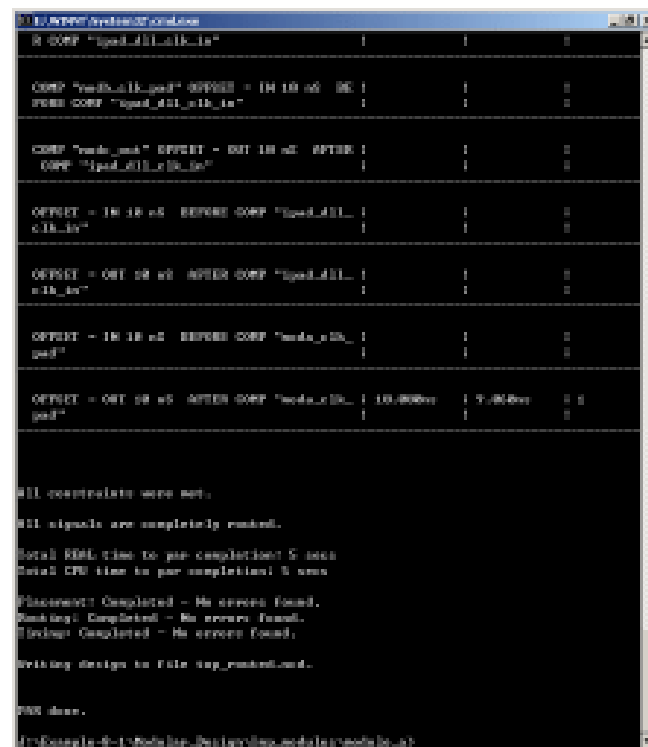

图8-18 使用 par 命令对设计进行布局布线
- (6) 运行 “par -w top.ncd top_routed.ncd” 命令，完成设计的布局布线，如图 8-18 所示。参数 “-w” 表示重新覆盖以前的 NCD 网表，参数 “_routed” 表示不用重新覆盖映射结果，直接布局布线。